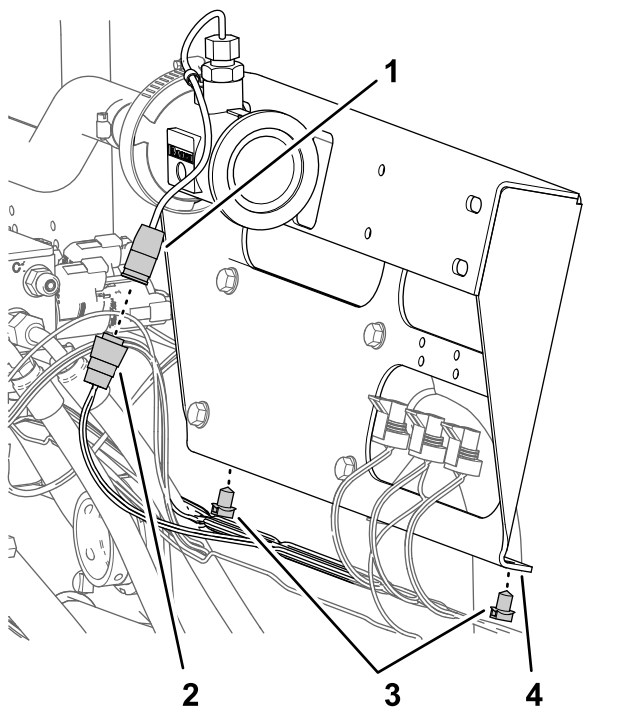

Figure 72
1. Débranchez le connecteur à 3 douilles du faisceau de la machine étiqueté FLOW METER du connecteur à 3 broches du débitmètre (Figure 72).
2. Retirez les 2 fixations à pression du faisceau de la machine situées sur la bride inférieure de la patte de support de vanne de section (Figure 72).